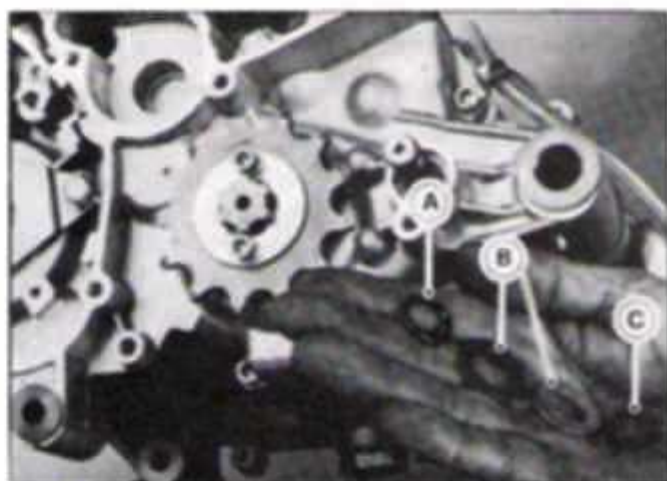

FIG. M37 - A. ANEL "O" RING B. ARRUELAS DE COMPENSAÇÃO C. ANEL ELÁSTICO
4. Colocar no conjunto eixo seletor de marchas o anel "O" ring, as arruelas de compensação, a arruela lisa e o anel elástico. Figura M37.